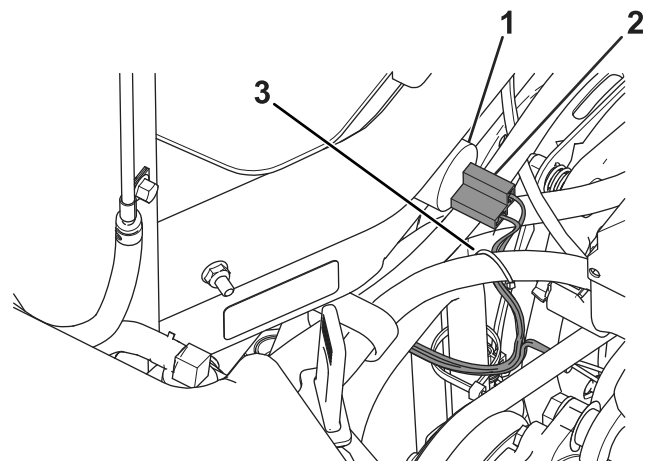

Figure 6
3. Branchez l'extrémité du faisceau à l'alarme que vous venez d'installer (Figure 6).
5. Attachez le faisceau à l'écart de la courroie du compresseur de climatisation sur les machines avec cabine, comme montré à la Figure 6.